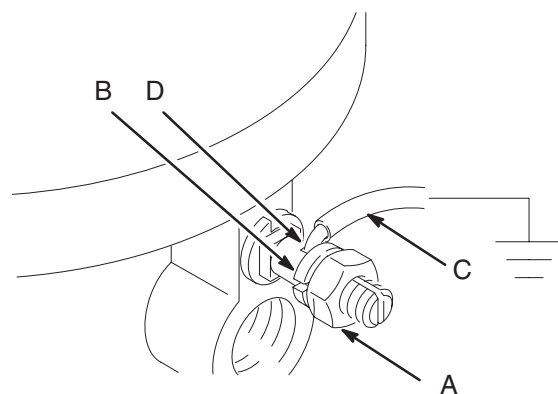

Abb. 1
- **Pumpe:** Erdungskabel und Klammer wie in Fig. 1 dargestellt verwenden. Sicherungsmutter (A) der Erdungsklammer und Scheibe (B) lösen. Ein Ende eines 1,5 mm² dicken Erdungsdrahtes (C) in den Schlitz (D) in der Öse schieben und die Mutter fest anziehen. Das andere Ende des Drahtes mit einer guten Erde verbinden.